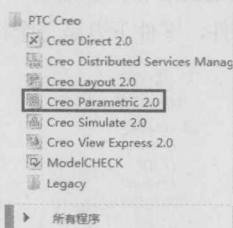

图 1-11 Windows “所有程序”菜单
2. 从 Windows 系统的“开始”菜单进入 Creo。单击“开始”，在“所有程序”菜单中的如图 1-11 所示的位置单击  **Creo Parametric 2.0**，进入 Creo 工作环境。